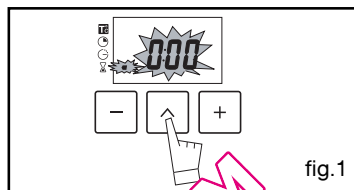

fig.1
- Appuyez sur la touche “ ^ ” (fig.1) jusqu'à faire clignoter le symbole minuterie